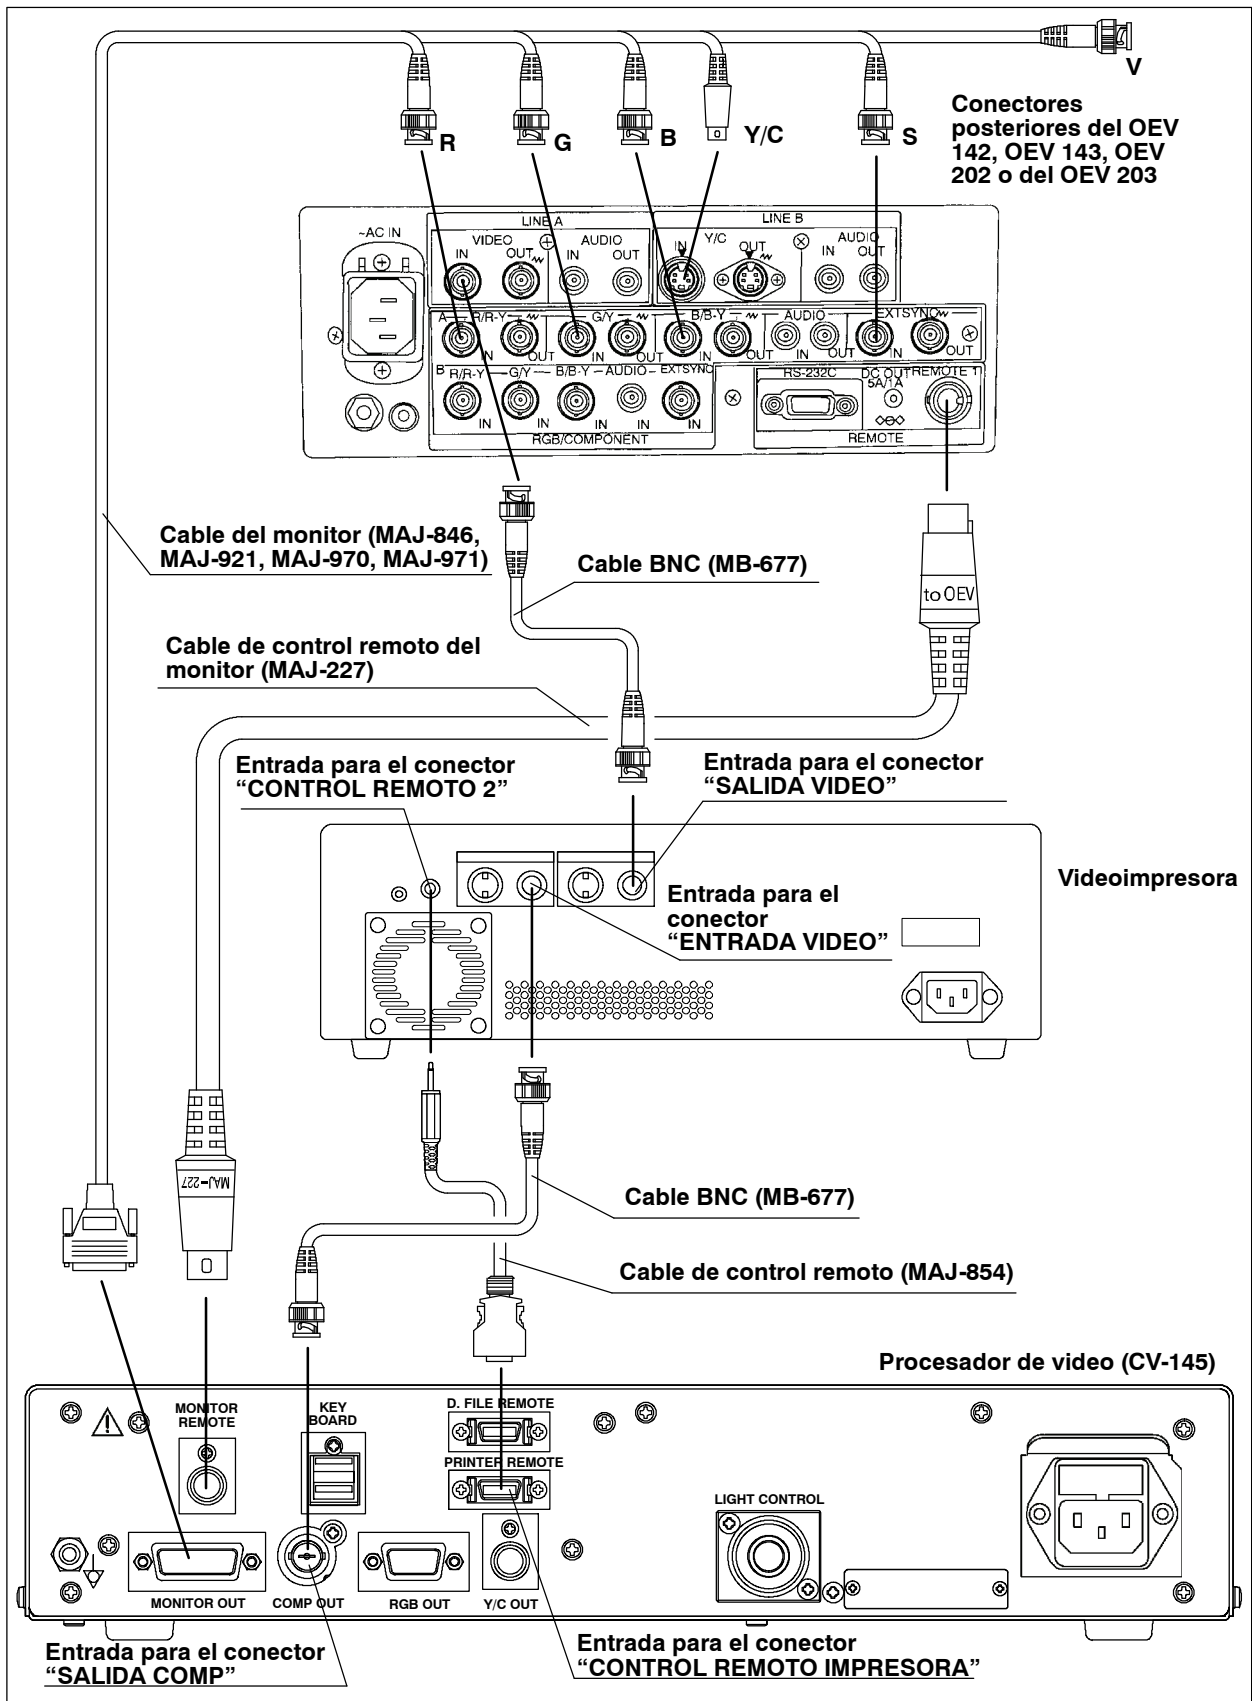

Figura 3.19
5. Conecte los extremos opuestos de estos cables a la videoimpresora como se describe en el manual de instrucciones de la videoimpresora (ver también figura 3.19).